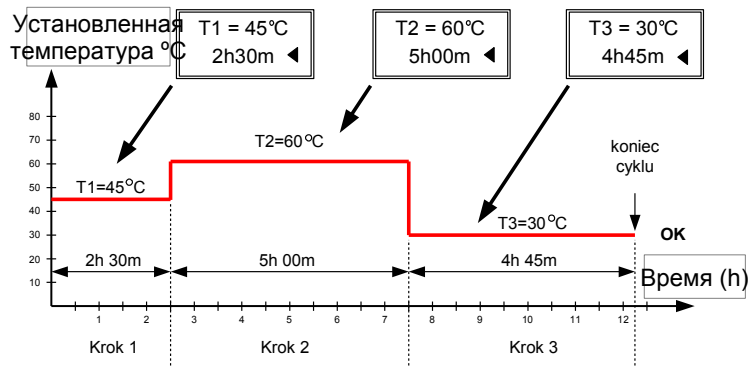

Рис. 1 Промерный цикл подогрева: T1=45oC,2ч30мин -> T2=60oC,5ч00мин -> T3=30oC,4ч45мин
**Рис.1 регулятор температуры**
выбирается температура [1] ,а также продолжительность [3]. Значение выбранного параметра изменяется при помощи кнопок „+” или „-”. Выбор изменяемых параметров подтверждается при помощи повторных нажатий кнопки „ON/OFF”. Параметр выбранный для изменения указан маленькой стрелочкой [2]. После введения данных до памяти управления каждого из 3 этапов на экране будет показан выбранный диапазон температуры - например для Рис.1 это (30-60)°C, а также общее время цикла. Через некоторое время управление автоматически перезагрузится и начнет работать в режиме ожидания последующего включения